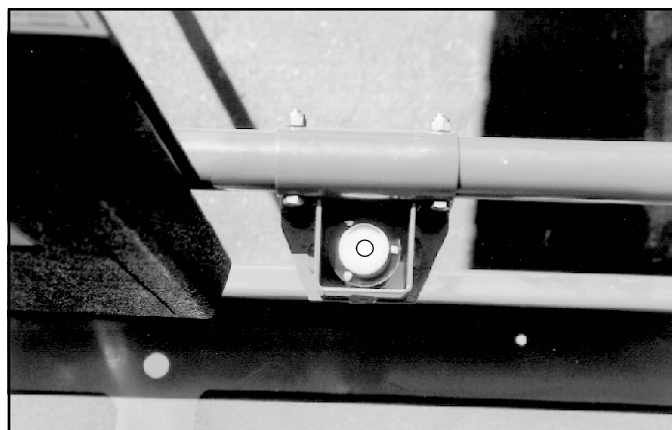

Figure 3 : Niveau globulaire de la plate-forme
3. Tout en observant le niveau à bulle situé sur le garde-corps avant (figure 3), déployer davantage le stabilisateur situé du côté opposé à la position de la bulle, jusqu'à ce que la plate-forme soit à l'horizontale. Par exemple : si la bulle se trouve à l'avant et vers la gauche du globe, déployer le stabilisateur arrière droit. Continuer à effectuer de tels réglages jusqu'à ce que la bulle soit bien centrée dans le petit repère circulaire, ce qui indique que la plate-forme est de niveau.